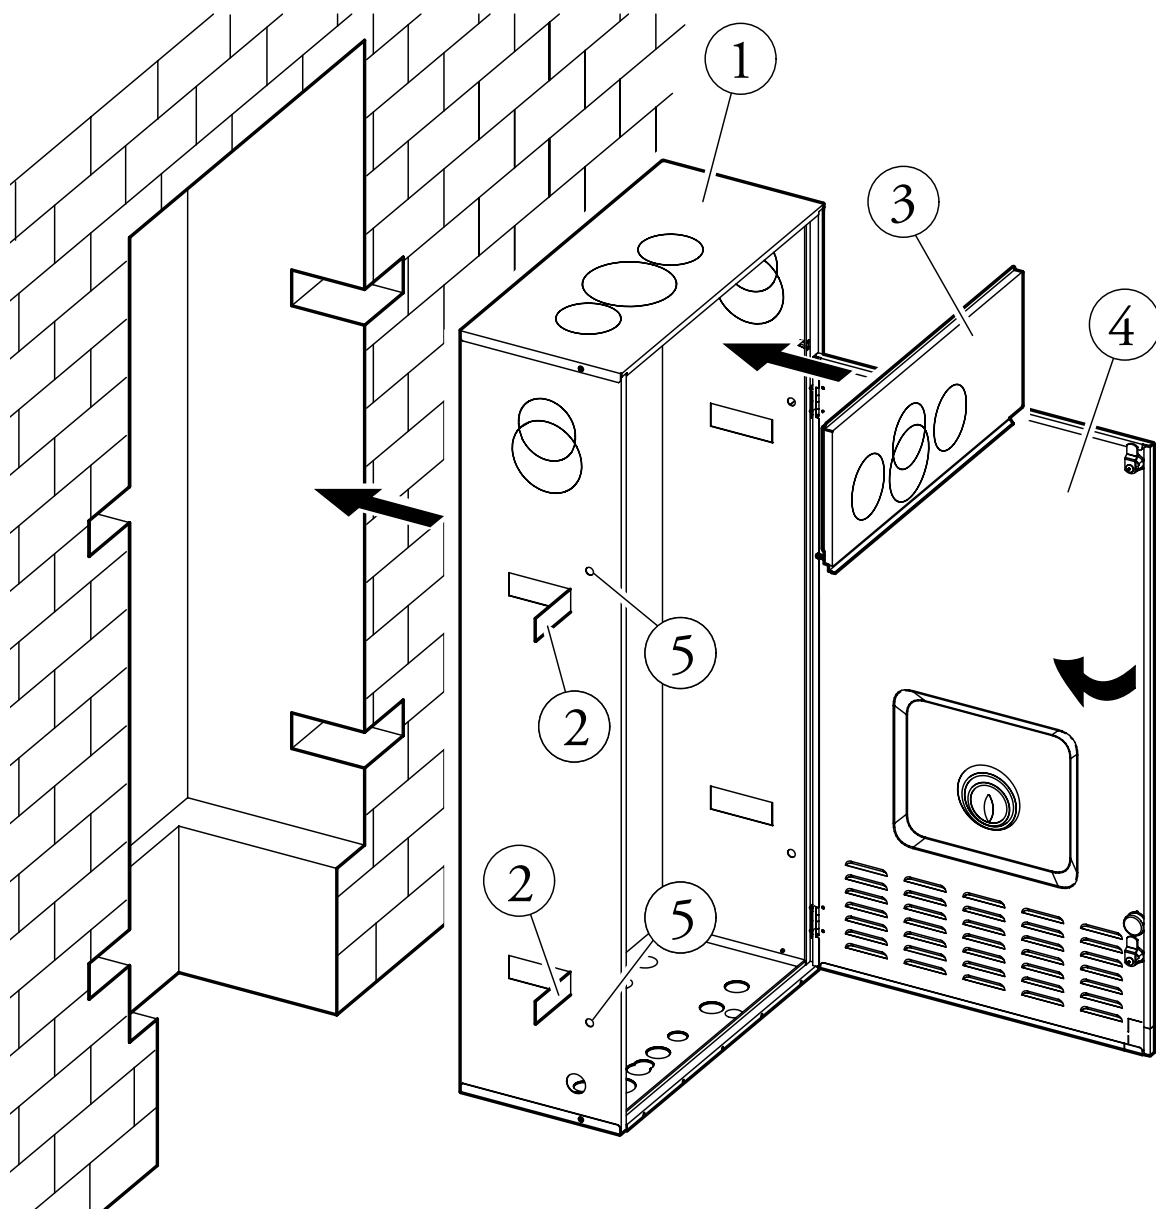

Fig. 2
- Predisporre le opere murarie creando un'apertura nella parete dove verrà installato il telaio (1), facendo attenzione di prevedere lo spazio per i quattro spacchi per inserire le rispettive alette di sostegno (2) e uno spazio sotto il telaio sufficiente per poter effettuare gli allacciamenti di caldaia (Fig. 2).
- E' possibile inoltre fissare il telaio al muro mediante tasselli non forniti utilizzando gli appositi fori (5).
- La nicchia viene chiusa dal coperchio superiore (3) dove è possibile far uscire la fumisteria e dal portello (4), dove è presente la griglia per l'aspirazione dell'aria, il quale è apribile mediante la maniglia e solo dopo avere sbloccato le due serrature poste in verticale per poter accedere alla caldaia.